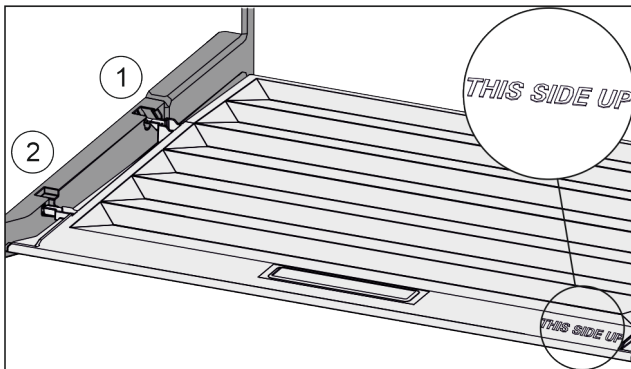

Fig. 44
- ▶ Вставити поперечні ребра через отвір заднього тримача Fig. 44 (1) і зафіксувати спереду у тримачі Fig. 44 (2).